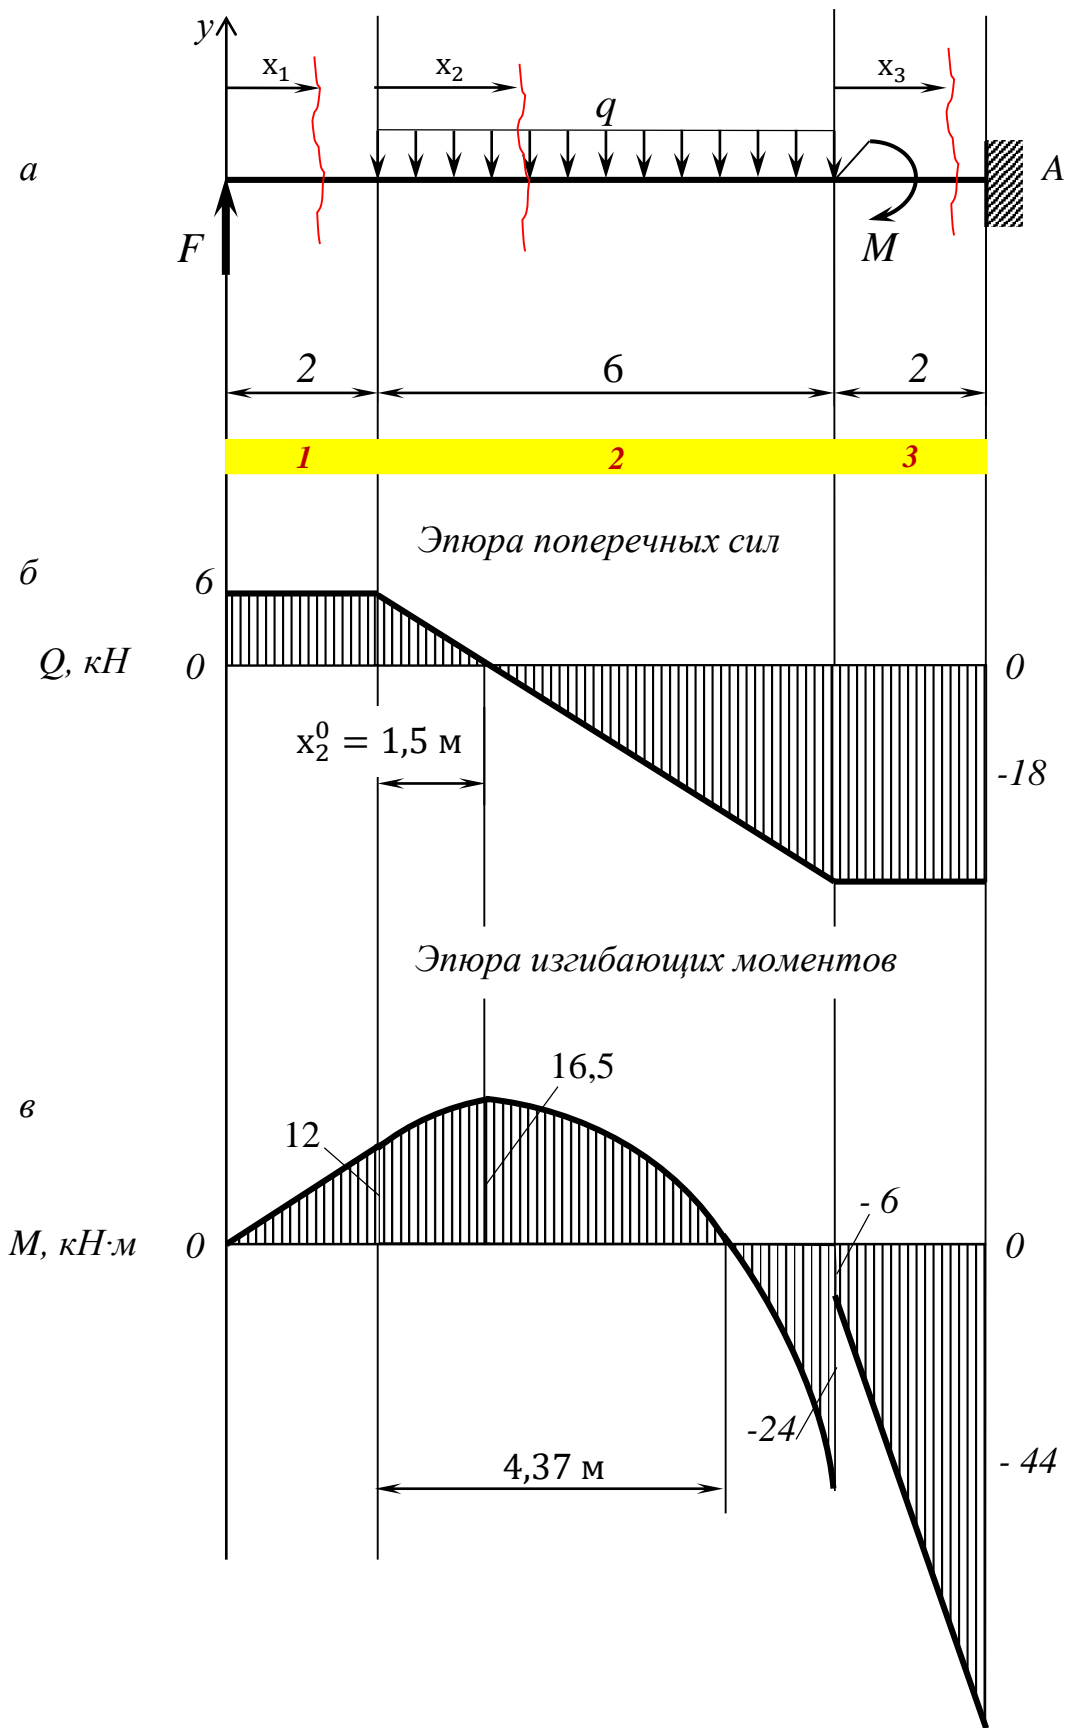

Рисунок 2
1. Разбиваем балку на отдельные участки, в пределах которых действие внешних сил приложенных к балке, постоянно. Таким образом, балка получилась разбита на три участка (рис. 2а). Принимаем правило знаков.